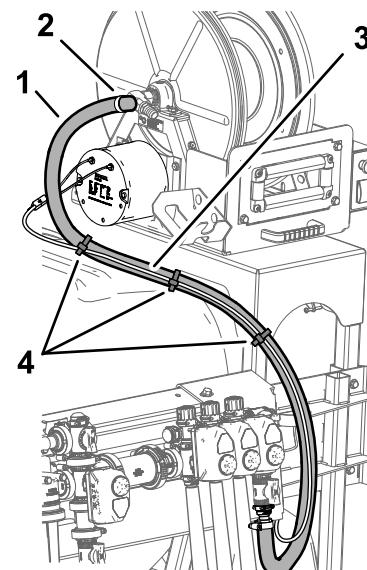

Figure 50
4. Branchez le flexible (180 cm) au raccord cannelé sur le dévidoir et fixez le flexible au raccord à l'aide d'un collier, comme montré à la Figure 50.
5. Fixez le faisceau de câblage du kit dévidoir pivotant au flexible d'alimentation du dévidoir à l'aide de 3 serre-câbles (Figure 50).